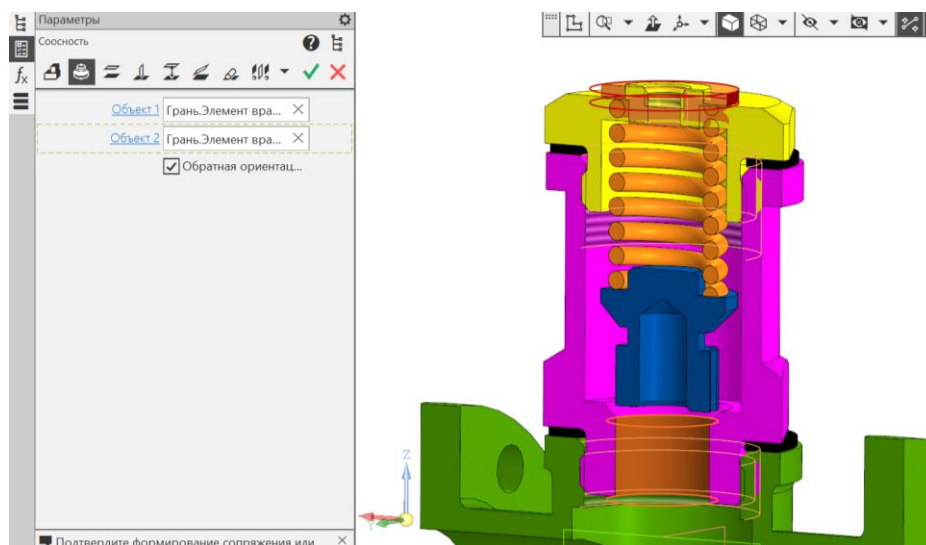

Рис. 29 Сопряжение «Соосность» Стакана и Тарели
- **Сборка – Размещение компонентов – Сопряжения – Соосность** (рис. 29): Объект 2 (Тарель) – Грань. Элемент вращения: 1. Объект 1 (Стакан) – Грань. Элемент вращения: 2.